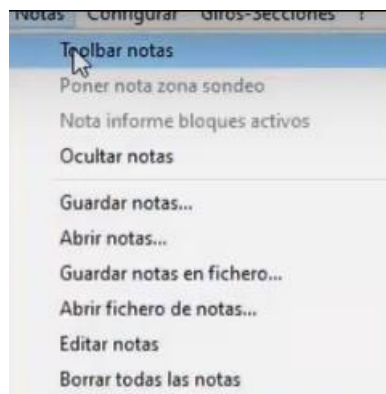

Figura 188. Herramientas notas.
44. Presionar clic en el menú superior “Notas” y activar la barra de herramientas de notas. Figura 188.